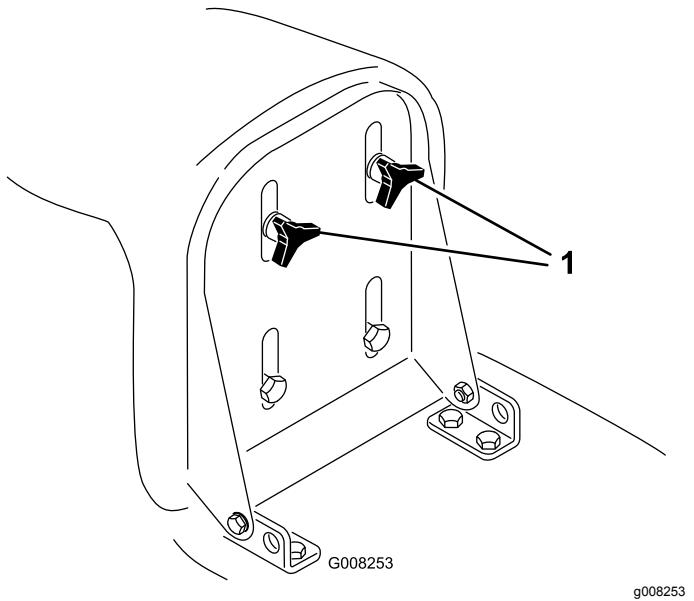

Figura 7
- Sollevate il sedile ed allentate le manopole di regolazione (Figura 7).